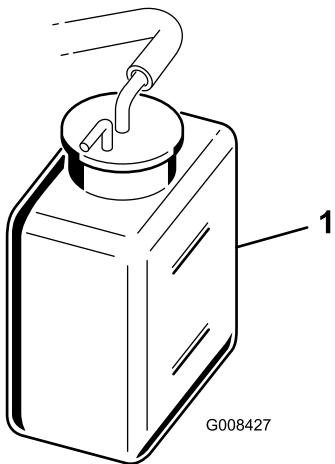

Bild 38
2. Prüfen Sie den Kühlmittelstand (Bild 37 und Bild 38).